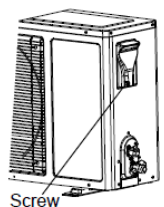

Fig. 14
- Entfernen Sie die Abdeckung des elektrischen Anschlussraums (siehe Abbildung 14).